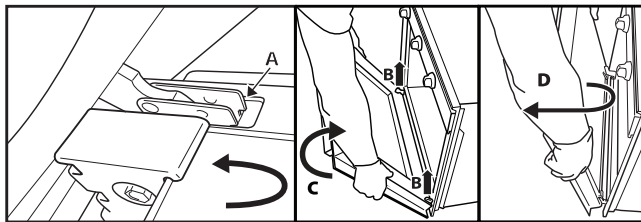

Fig. 2
3. Fermez complètement la porte (A), soulevez-la (B) et faites-la pivoter (C) jusqu'à ce qu'elle se décroche (D) (Fig. 2).